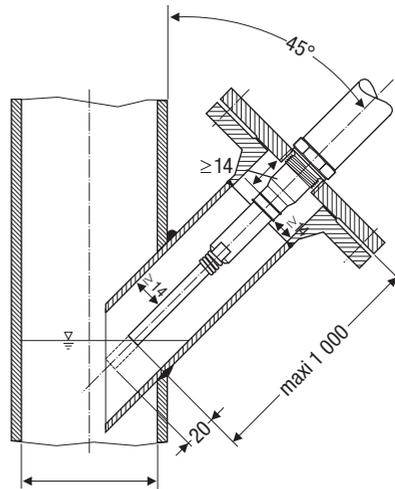

Fig. 17 Montage en position inclinée, par ex. dans les conduites de départ montantes d'installations à eau surchauffée ou dans des réservoirs
- L'angle d'inclinaison de l'électrode doit être de 45° au maximum, la longueur de la tige d'électrode est limitée à 1 000 mm. **Fig. 17, 21**